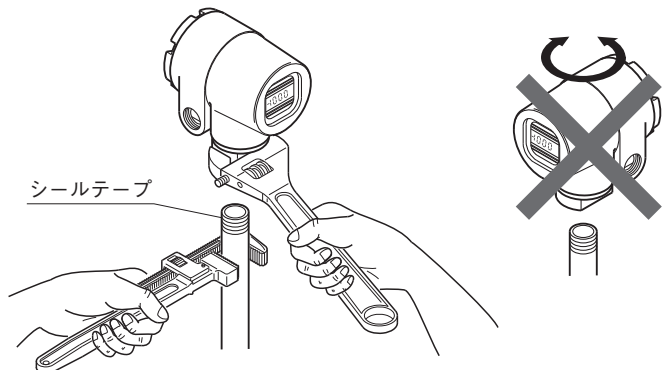

図 2-2 設置上の注意事項 1
- 本器の接液部と導圧配管をスパナなどで確実にしめてください。その際スパナは接液部の平行面取り部をくわえてください。本器のケース部を持って締め付けることはしないでください。故障の原因となります。(図 2-2 参照)